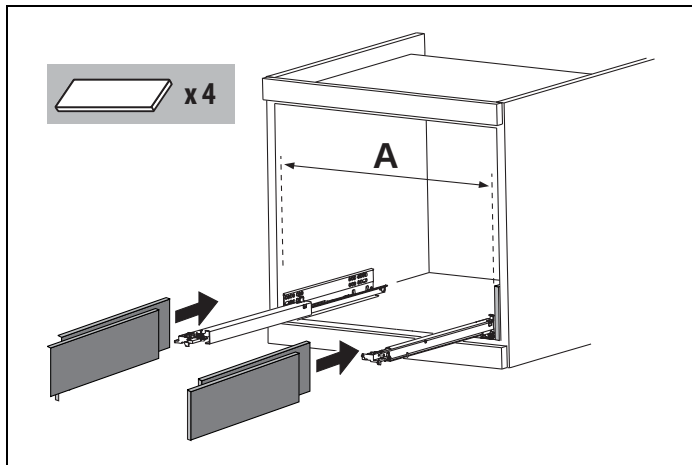
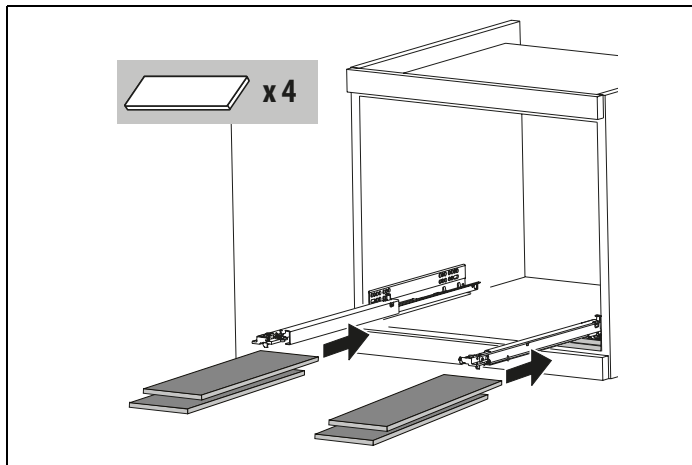

Fig. 8
Fig. 9
- Om nödvändigt, korrigerar inriktningen av apparaten genom att positionera de medföljande distanserna under eller på sidorna av stödet (Fig. 8 , Fig. 9 ).